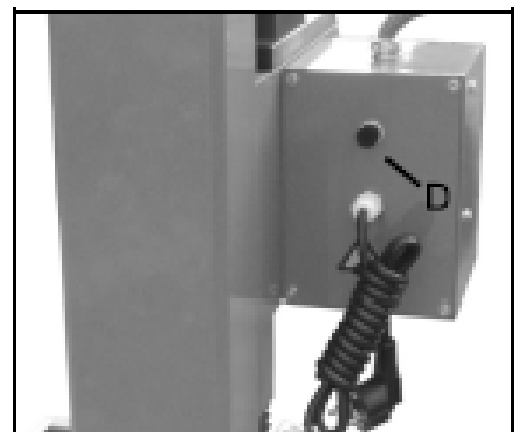

Рис. 13
**Патрон предохранителя** (D, Рис. 13) расположен на задней пластине электрического блока. В патрон вставляется предохранитель номиналом 8 А. Поверните патрон против часовой стрелки, чтобы открыть и заменить предохранитель. Чтобы заново установить предохранитель, поверните патрон по часовой стрелке.